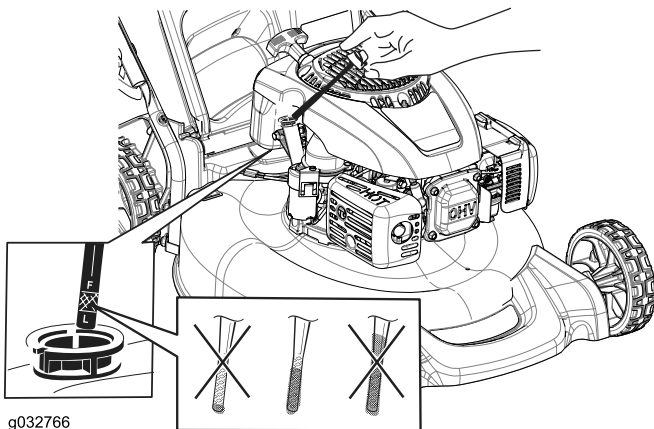

Figura 6
5. Retire la varilla y compruebe el nivel de aceite en la misma (Figura 6).
2. Retire la varilla (Figura 6) y vierta aproximadamente tres cuartas partes de la capacidad total del cárter por el tubo de llenado de aceite.